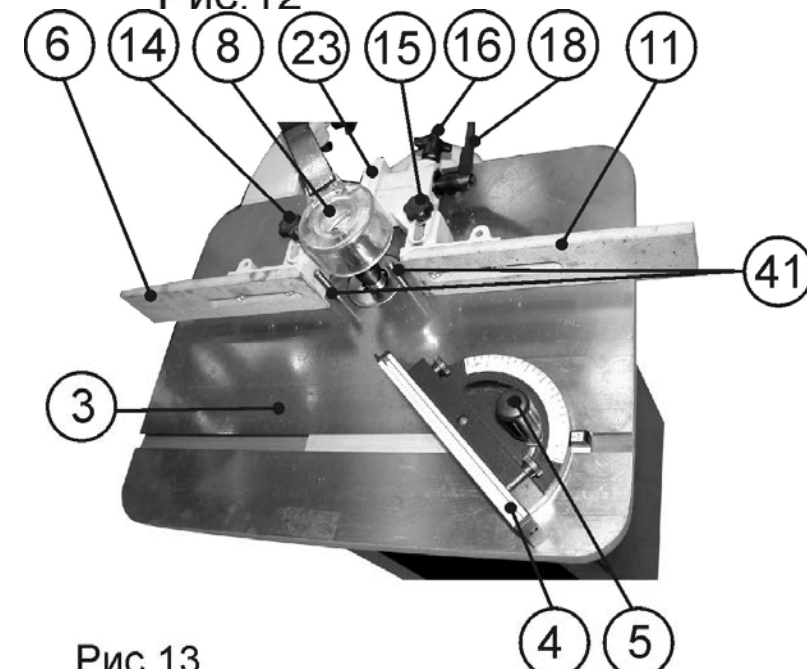

Рис.13
10.1.2. При не работающем станке поместите заготовку на рабочий стол (3). Проверьте плавность движения и равномерность прилегания заготовки к рабочему столу (3) и направляющей планке (11), Рис. 13.
10.1.3. При выполнении фрезерной операции с применением направляющей скоса (4), при не работающем станке проверьте равномерность прилегания заготовки к направляющей скоса (4) и рабочему столу (3), а также плавность движения направляющей скоса (4) и заготовки по рабочему столу (3), Рис. 13.
10.3.4. Подавайте заготовку с равномерной скоростью. Любая остановка заготовки образует неровность или ступень на обрабатываемой поверхности заготовки. При фрезеровании верхняя часть фрезы, находящаяся выше заготовки, в целях собственной безопасности должна закрываться защитным колпаком (8), Рис.13.
10.4.2. Для выполнения криволинейного фрезерования используются специальные приспособления – цулаги, упорные кольца и копировальные пальцы (41). При копировании заготовки по имеющемуся образцу или шаблону в рабочем столе (3) предусмотрена установка двух съёмных копировальных пальцев (41). Заготовку кладут на копир – шаблон, который имеет конфигурацию будущей детали, и зажимают. Кромку копира – шаблона обводят по копировальному пальцу (41), Рис.13. Фреза на заготовке повторяет конфигурацию копира – шаблона. Меняя шаблоны и режущий инструмент, можно получить различные изделия. Об изготовлении и методах работы с этими приспособлениями можно получить информацию в соответствующих учебных пособиях о работе с фрезерными деревообрабатывающими станками.
9.2.5. Фиксированное положение направляющих планок (6 и 11) определяет положение гаек фиксации (14 и 15), соответственно, Рис.13.
9.2.6. Перемещение передней направляющей планки (11) относительно задней направляющей планки (6) производится вращением винта перемещения (16) при не зафиксированном положении гайки фиксации (15) и ручки фиксации (18), Рис.13.
9.2.7. Перемещение обеих направляющих планок (6 и 11) без смещения относительно друг друга производится непосредственным перемещением стойки (23) при не зафиксированном положении гаек фиксации (14 и 15) и зафиксированном положении ручки фиксации (18), Рис.13.